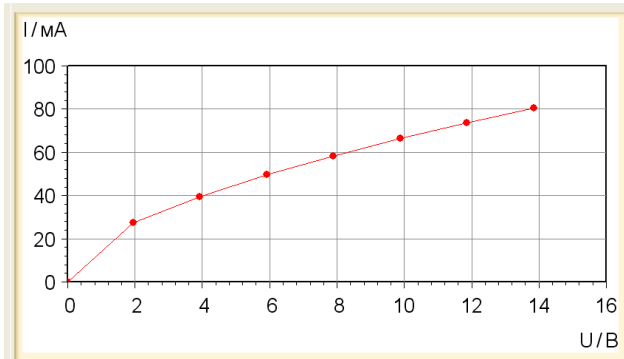

Рис. 5. Вольт-амперная характеристика
20. Перенести в отчет построенную вольт-амперную характеристику (рис. 5).